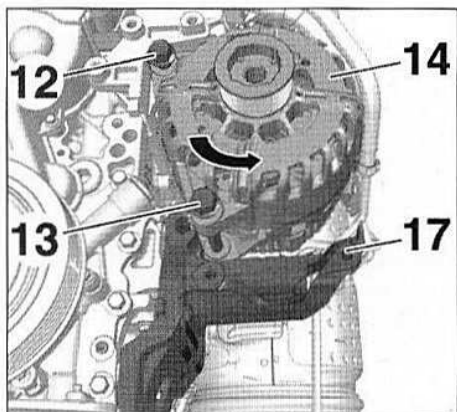

FIG.21
- Basculer l'alternateur (14) vers l'avant (Fig.21).
- le support (17),
- la vis (13),
- la vis (12),
- l'alternateur (14).